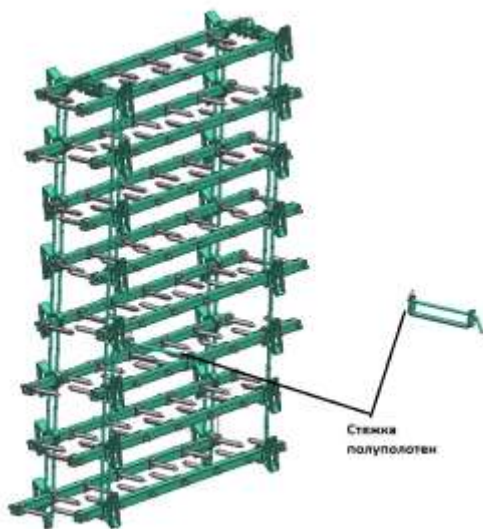

Рисунок 10 – Установка стяжек на полотна бороны в транспортном положении
- зафиксировать полуполотна на крыльях и центральной секции стяжками захватив ими растяжки крыльев и открылков (рис. 10).